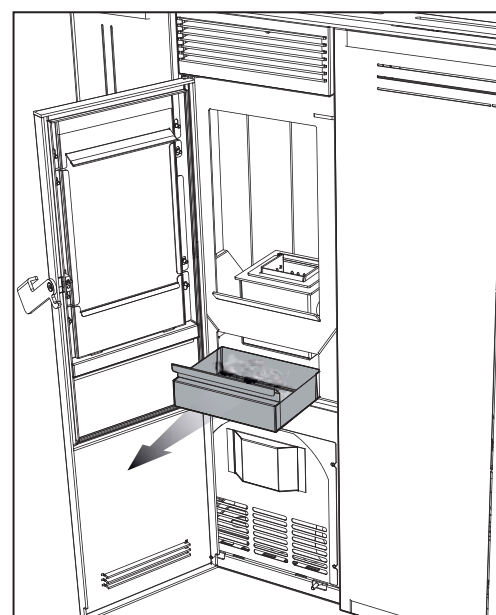

Fig.14.2
- 1) enlever le brasero (Fig. 14.2);